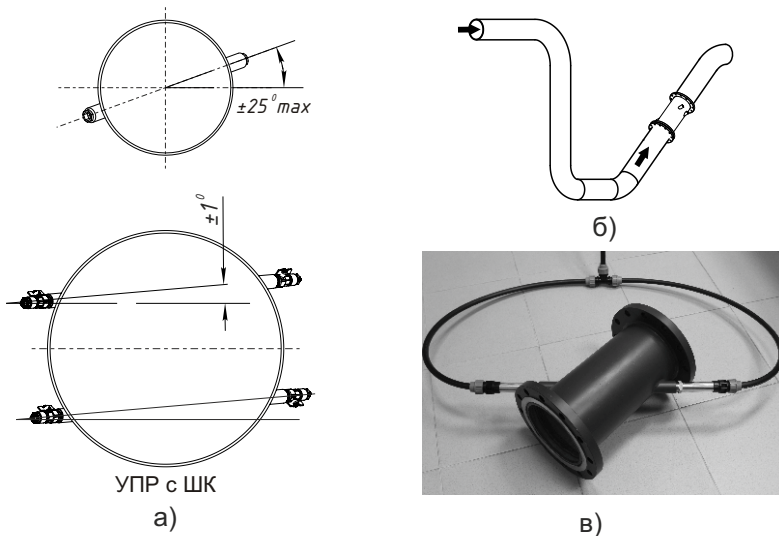

Рисунок 13
**2** при установке УПР в горизонтальные трубопроводы, ПЭП (луч) ориентировать горизонтально, с допускаемыми отклонениями (рис.13а)
**3** при подаче или вытекании жидкости самотеком (стоки) устанавливать УПР в заниженной наклонной секции трубопровода на восходящем потоке (рис.13б)
**6** при установке УПР в колодцах, где возможно длительное затопление и постоянно присутствующая повышенная влажность, необходимо применять дополнительные меры защиты ПЭП и линий связи (рис.13в):